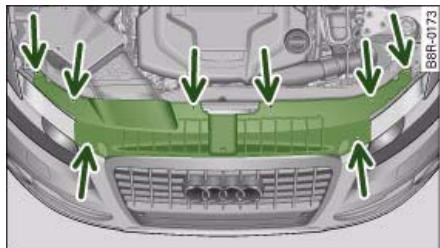

Fig. 250 Embellecedor: Fijaciones marcadas
- Suelte las fijaciones ⇒ fig. 250 del embellecedor que hay en el portacierres hundiéndole el pasador aprisionador del clip expansivo y sacándolo a continuación.